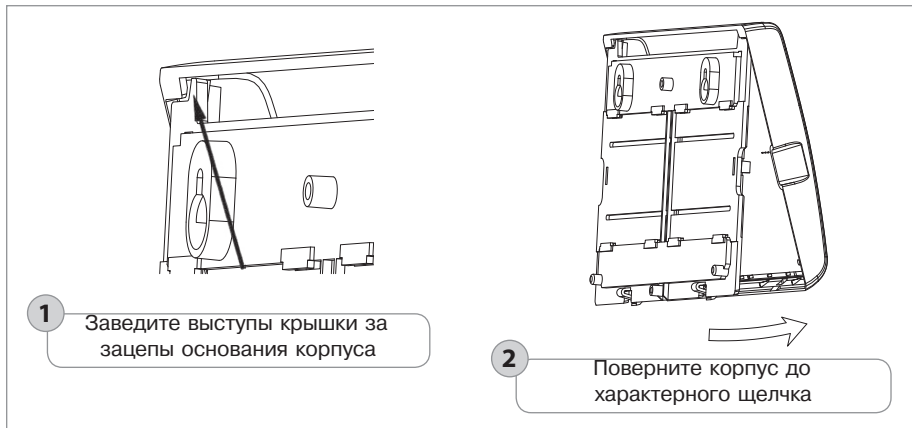

Рисунок 18. Установка крышки прибора «Сигнал-20М»
- 1.6. Установите крышки приборов «Сигнал-20М» и «Сигнал-20П SMD» в порядке, указанном на рис. 18 и 19 соответственно. Установите крышку прибора «Сигнал-20П исп.01» в порядке, обратном порядку снятия.